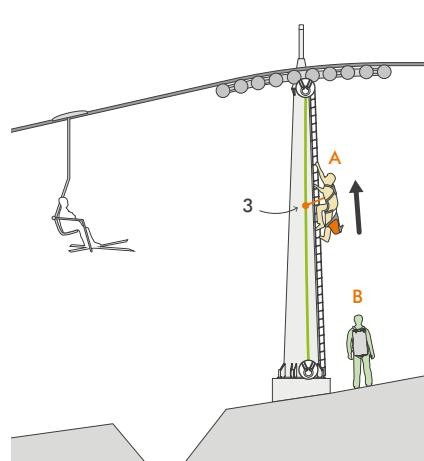

Fig. 1
1) Operators A and B, wearing the helmet (1) and the complete harness (2), climb up the pylon uphill from the chair/cabin from which people are to be evacuated, each protecting themselves with a fall arrester device (3) (Fig. 1).
1) Los operarios A y B, después de colocarse el casco (1) y el arnés completo (2), suben a la pilona situada más arriba de la silla cuyos ocupantes deban rescatar, protegiéndose cada uno con un dispositivo anticaídas (3) (Fig. 1).